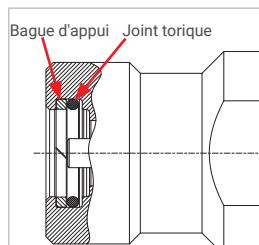

Figure 15
- ▶ Avant d'installer l'insert d'about, vérifiez (pos. 7) que les deux composants d'étanchéité (joint torique et bague d'appui, *Figure 15*) respectent l'ordre de montage, sont bien positionnés et intacts. En cas de dommages ou défaut similaire, les garnitures d'étanchéité doivent être remplacées. Se référer au *Chapitre 8.4.1 Remplacer les composants d'étanchéité dans l'insert d'about (pos. 7)* en page 34.